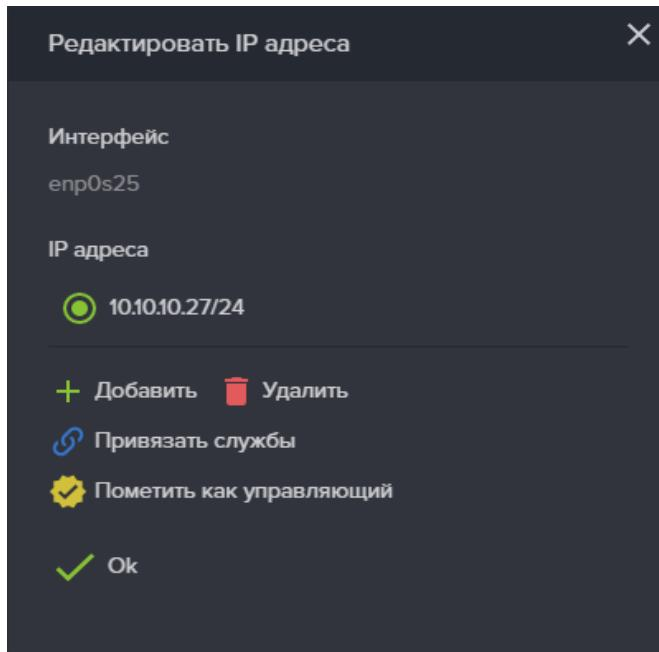

Рисунок 43. Назначение управляемого интерфейса
5. Если адрес уже назначен, выберите его и нажмите на кнопку «Назначить управляющим», как показано на Рисунок 43;